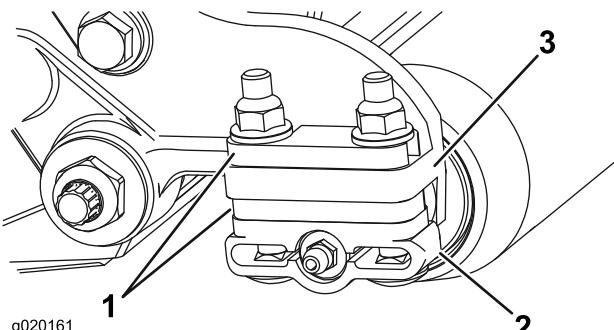

图11
- 根据剪草高度图，将所需数量的垫片放在侧板安装法兰(图11)下，将后滚筒支架(图11)调节到所需的剪草高度范围。